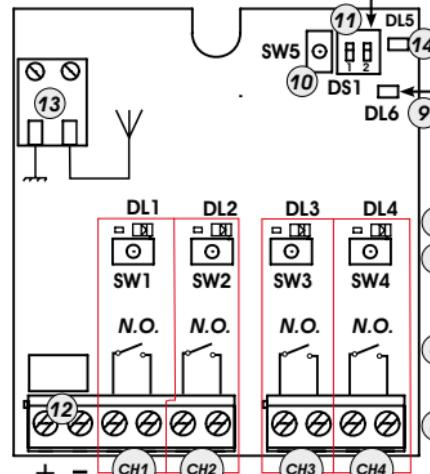

Abb.1
Pour programmer le temps, **choisir tout d'abord par l'intermédiaire du DIP-SWITCH 2 la base de temps** sur laquelle la platine effectuera le décompte (voir tableau fig.1); ensuite, appuyer sur la touche SW5 (Fig.1 réf. ⑩) jusqu'au temps choisi correspondant (à chaque pression de la touche correspond un court allumage de la LED DL6). Attendez 5 s, **sans appuyer sur aucune touche**, jusqu'à l'allumage fixe de la LED DL4 pendant 3 s. [pour sortir de la programmation].
2) Appuyer 10 fois sur la touche SW5 (Fig.1 réf. ⑩).
2) Appuyer 20 fois sur la touche SW5 (Fig.1 réf. ⑩).
- 2) Die Taste auf dem Empfänger (Abb. 1 Bez. ⑧) für den Kanal, der mit der Funksteuerung kombiniert werden soll, 1 Sekunde lang drücken.
- 3) Die entsprechende LED am Empfänger (Abb. 1 Bez. ⑦) beginnt 5 Sekunden lang langsam zu blinken.
- 5) Die LED (Abb. 1 Bez. ⑦) am Empfänger leuchtet mit Dauerlicht 1 Sekunde lang auf und erlischt dann als Zeichen für die erfolgte Einspeicherung.
- 4) Die Taste auf dem Empfänger (Abb. 1 Bez. ⑧) für den Kanal, der mit der Funksteuerung kombiniert werden soll, 1 Sekunde lang drücken.
- 5) Die entsprechende LED am Empfänger (Abb. 1 Bez. ⑦) beginnt 5 Sekunden lang langsam zu blinken.